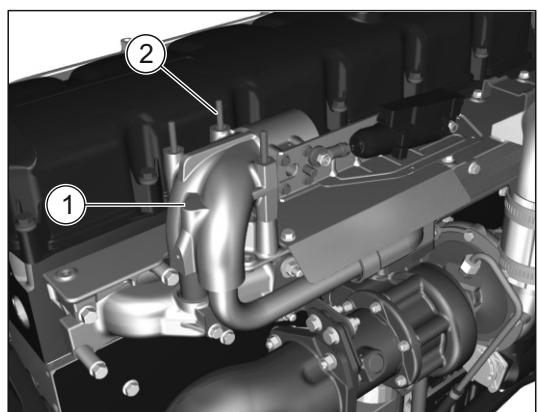

Рис.19. Снятие заслонки EGR.
12. Снять заслонку (1) (651.1213015) отработавших газов EGR со шпилек (2), перемещая заслонку кверху. (см. Рис. 19).